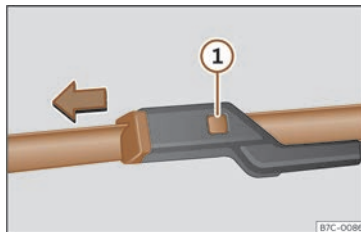

Fig. 38 Canvi de les escombretes de l'eixugapara-brises.
- Premeu la tecla de desbloqueig»» **fig. 38** ❶ mentre tibeu lleugerament l'escombreta en el sentit de la fletxa.